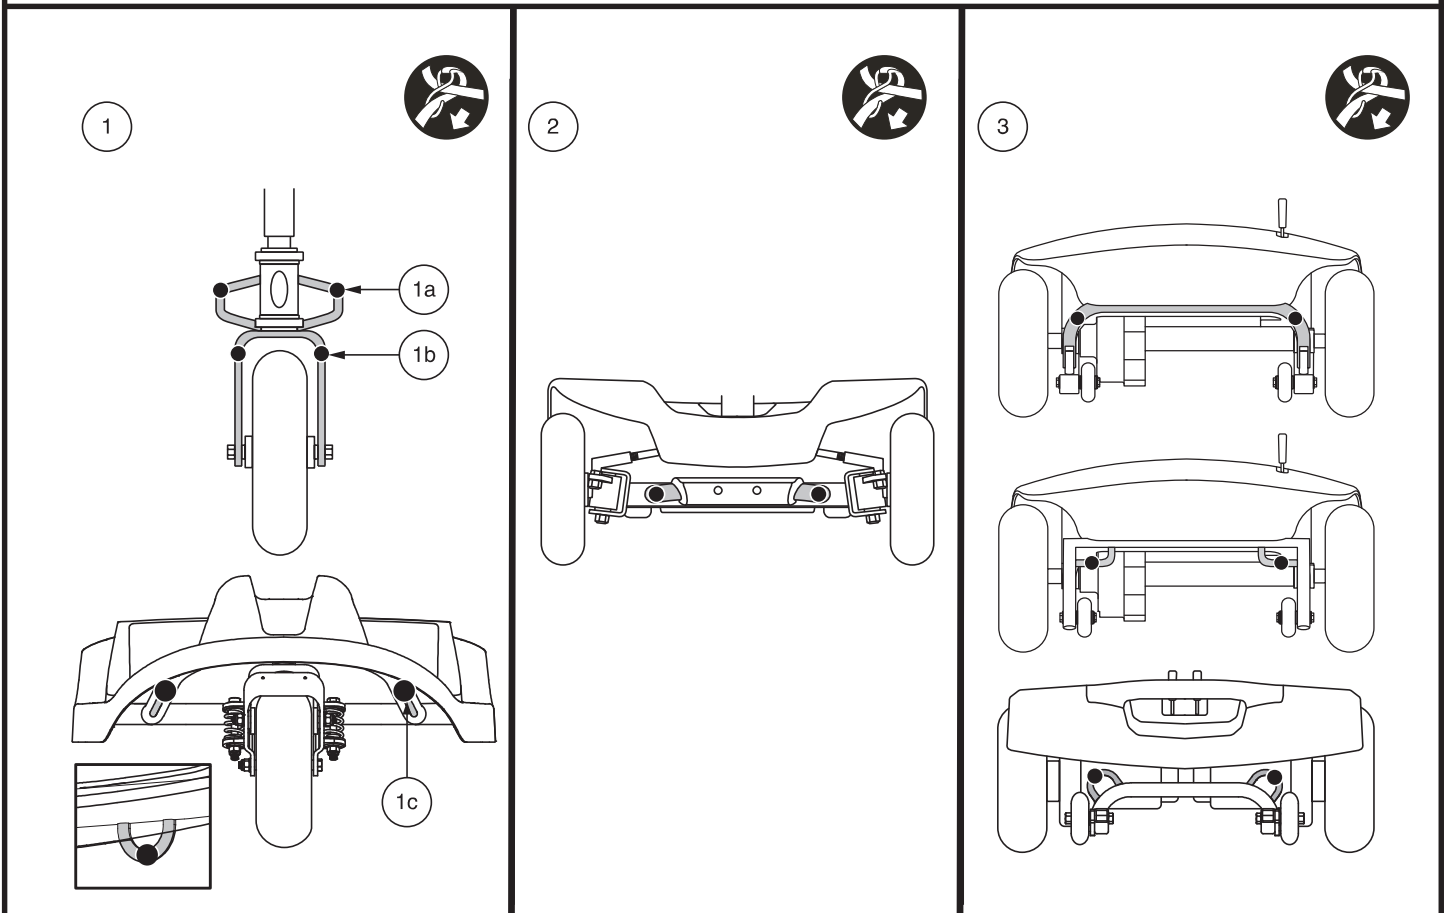

Figure 7. Points d'ancrage (Identifié avec des points noirs)
Le Travel Scooter doit toujours être ancrés face à l'avant du véhicule. Fixez les quatre (4) courroies aux points d'ancrage désignés sur le Travel Scooter. **Voir la figure 7.** Serrez-bien les courroies pour retirer le jeu excessif. N'attachez jamais le Travel Scooter par ses composantes réglables ou mobiles tels que les accoudoirs, capots ou roues. Ces articles devraient être enlevés. Positionnez les points d'ancrage arrière des courroies directement derrière le Travel Scooter. Les points d'ancrage avant sont disposés plus loin de chaque côté du Travel Scooter afin d'augmenter la stabilité latérale.